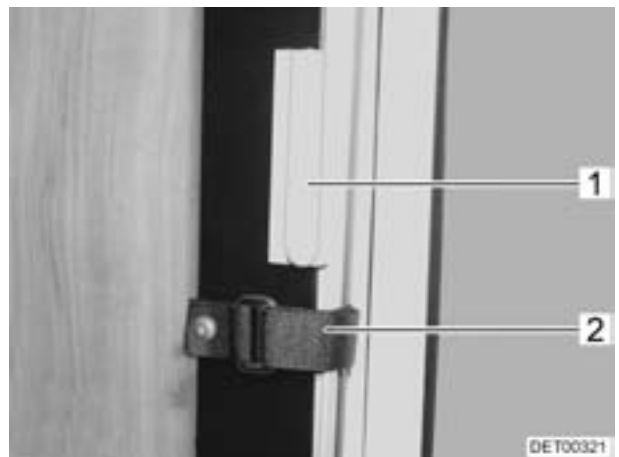

Bild 46 Faltverdunklung für das Fahrerfenster/Beifahrerfenster (Variante 2)
- Den Klettverschluss der Faltverdunklungen für die Seitenscheiben (Bild 46,2) lösen.
- Die Faltverdunklungen am Griff (Bild 46,1) fassen und vorsichtig zuziehen, bis der Magnetverschluss die Faltverdunklung geschlossen hält.
- Die Faltverdunklungen für die Seitenscheiben am Griff (Bild 46,1) vorsichtig zurückschieben.
- Die Faltverdunklung mit dem Klettband (Bild 46,2) sichern.